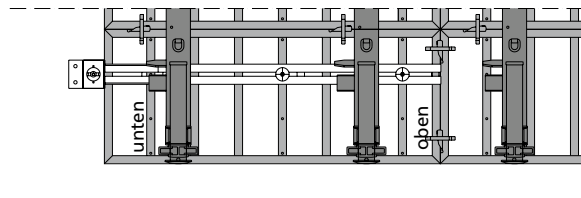

Abb. 23.1 Mammut-Element im liegenden Einsatz; die Element-Unterseite muss zum Schiebeteil zeigen
■ **Mammut:** Wird der Abschalbügel für ein horizontales Element benutzt, muss das Element zur Montage des Abschalbügels so gedreht werden, dass seine Unterseite dahin zeigt, wo das Schiebeteil des Abschalbügels für die Stirnabschalung angebracht wird (Abb. 23.1 und 23.2).
■ **Mammut und StarTec:** Hier muss zur Befestigung der Halter für den Abschalbügel SB 110 verwendet werden (Abb. 23.1 bis 23.4).